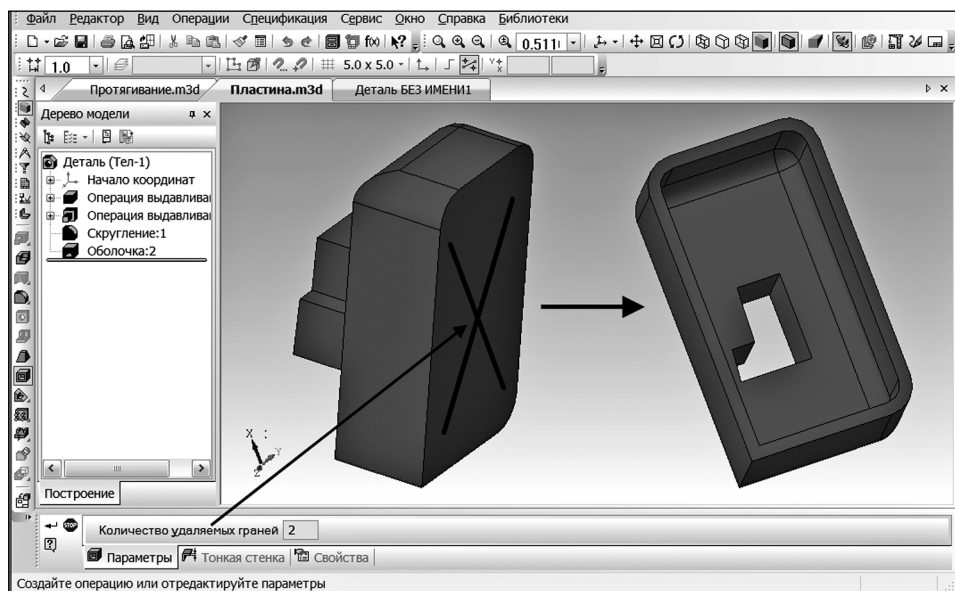

Рис. 12.56. Параметры команды «Оболочка»
- на вкладке **Параметры** указываются те грани, которые должны быть удалены при создании оболочки (рис. 12.56);